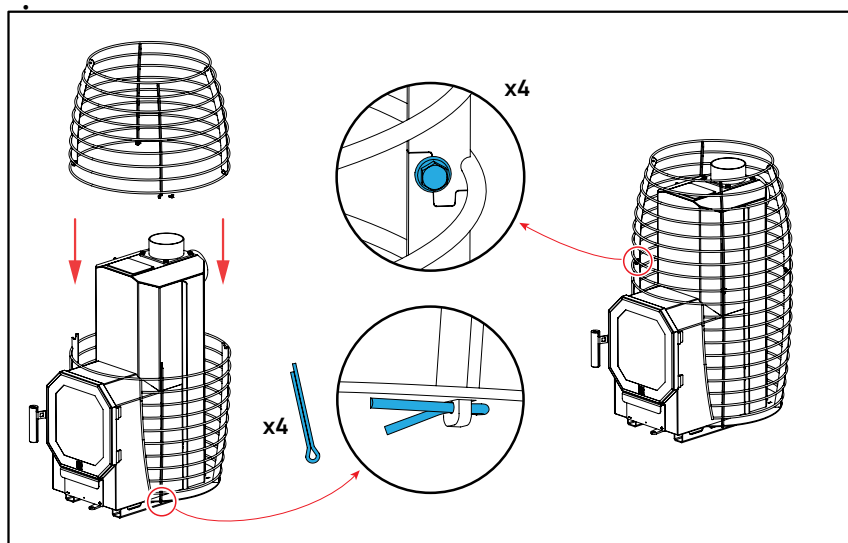

Figura 13. Divisione della griglia pietre di HIVE Flow.
- La griglia pietre di HIVE Flow può essere divisa. Per inserire e rimuovere le pietre inferiori, la parte superiore della griglia deve essere rimossa e sollevata fino a dove il raccordo del camino lo consente (**Figura 13**).